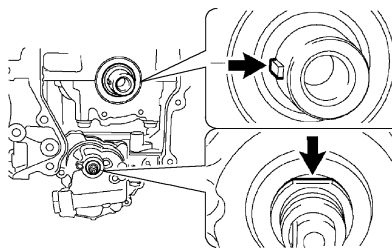

图 1-185 转动驱动轴
- ① 将曲轴键置于左侧水平位置。
- ② 转动驱动轴，使缺口朝上，见图 1-185。